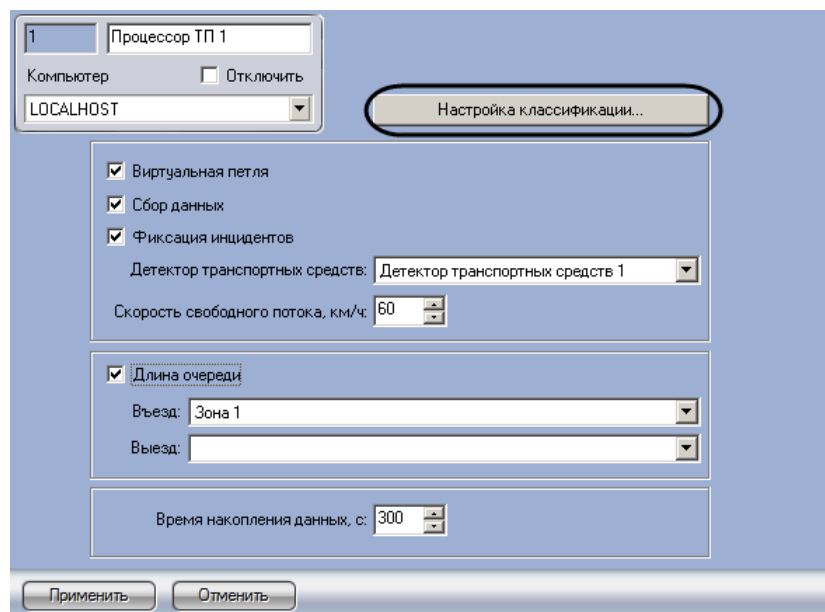

Рис. 7.7—12. Доступ к настройкам классификации транспортных средств
1. Перейти на панель настройки объекта «Процессор ТП» (Рис. 7.7—12).
2. Нажать кнопку «Настройка классификации...» (см. Рис. 7.7—12).